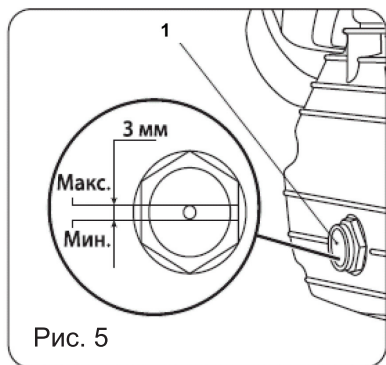

Рис. 5
5. Компрессор поставляется заправленным компрессорным маслом. Проверьте уровень масла в картере, при необходимости долейте масло в картер. Снимите с маслозаливного отверстия транспортировочную пробку и залейте масло до максимального уровня (до красной отметки) в смотровом окне 1 (Рис. 5). Закрутите в маслозаливное отверстие вместо транспортировочной пробки сапун (поставляется в комплекте).